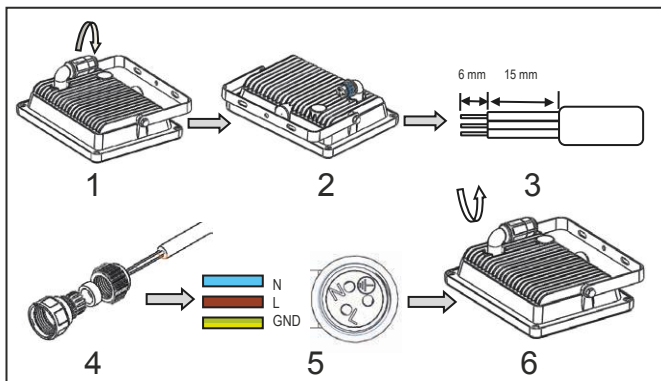

Fig.35: Installatie
2. Open de aansluitmof door linksom draaien tot het aansluitblok zoals op afbeelding 35 - 2 is vrijgemaakt.
3. Isoleer de kabels zoals op afbeelding 35 - 3 afgebeeld.
4. Schuif de in afbeelding 35 - 4 getoonde delen van de aansluitmof over de aansluitkabel.
5. Schroef de stroomkabel zoals in afbeelding 35 - 5 weergegeven met een schroevendraaier vast.
6. Schroef de aansluitmof door rechtsom te draaien, zoals op afbeelding 35 - 6 weergegeven, vast.